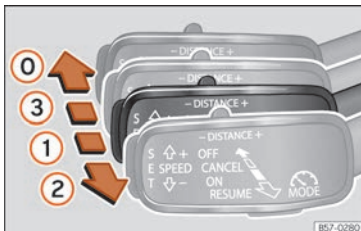
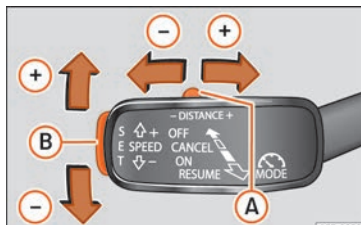

Abb. 158 Links an der Lenksäule: dritter Hebel für die Bedienung der ACC.
Abb. 159 Links an der Lenksäule: dritter Hebel für die Bedienung der ACC.
Ihr Fahrzeug verfügt über ACC, wenn auf der linken Seite der Lenksäule der dritte Hebel vorhanden ist » Abb. 158.
- Bewegen Sie den dritten Hebel in die Stellung **ON** »» **Abb. 158 ①**
- Um die Regelung zu beginnen, drücken Sie die Taste **SET** »» **Abb. 159 ②** oder bewegen Sie den Hebel in die Stellung **RESUME** »» **Abb. 158 ②**.
»» **Abb. 159.** Die Einstellung der Geschwindigkeit erfolgt in Schritten von 10 km/h [5 mph].
Bei aktivierter ACC können Sie den Hebel in die Stellung **RESUME** »» **Abb. 158** ② drücken, um die Geschwindigkeit in Schritten von 1 km/h [1 mph] zu erhöhen. Anschließend können Sie **SET** drücken, um die Geschwindigkeit in Schritten von 1 km/h [1 mph] zu reduzieren.
- Taste **A** »» **Abb. 159** nach rechts oder links verschieben, um den Abstand zu erhöhen oder verringern.
- Bringen Sie den dritten Hebel in die Stellung **CANCEL** »» **Abb. 158** ③ oder treten Sie das Bremspedal.